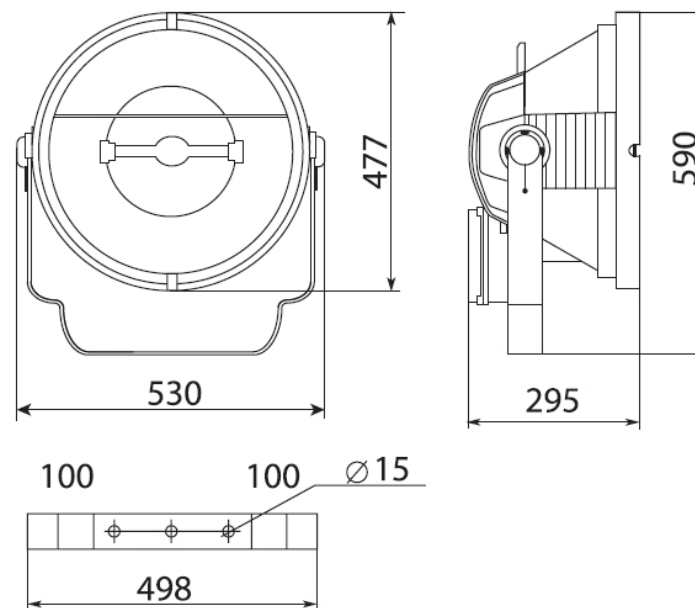

Рисунок 1
2.1 Прожекторы серии ГО59 «Forum» (рисунок 1) с газоразрядными лампами высокого давления предназначены для освещения больших открытых пространств и спортивных сооружений. .